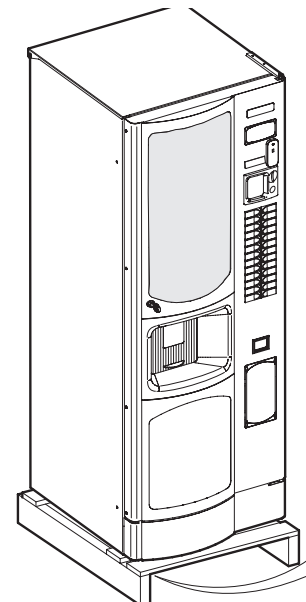

Fig. 3.4
- Sganciare il distributore dal pallet per il trasporto, svitando le viti (A) che bloccano le staffe di fissaggio al pallet stesso (Fig.3.4).